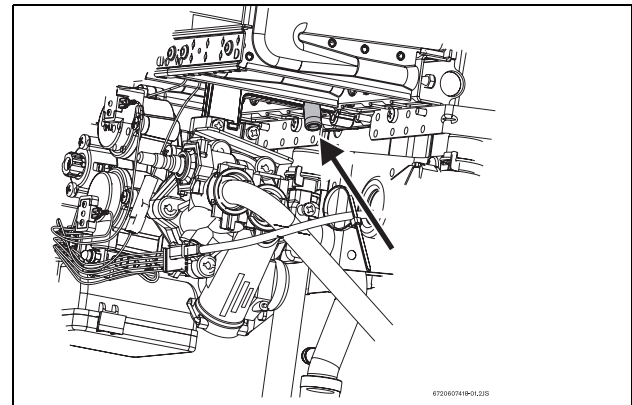

Fig. 15 Ponto de medição de pressão
- ▶ Desapertar o parafuso obturador (Fig. 15).